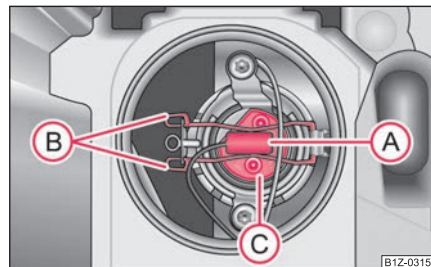

Fig. 244 Demontarea becului luminii de drum
- Decuplați ștecărul (A) ⇒ fig. 244.
- Apăsăți mânerul de sârmă (B) înspre far și apoi apăsați-l în lateral. ►
- Scoateți becul (C) și montați-l pe cel nou, astfel încât elementele de fixare ale soclului să intre în orificiile din reflector.